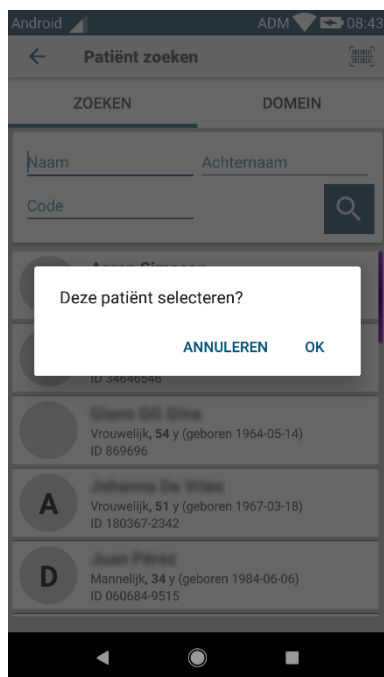

Fig 36
- Druk op het vak dat bij een patiënt hoort om deze te selecteren. Bevestiging van de gebruiker is vereist (Fig 36).